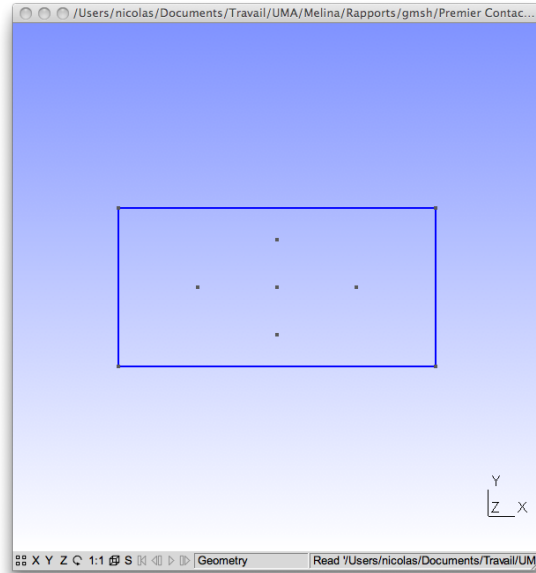

FIGURE 3 – Génération des cinq points de construction de l'ellipse.
1. Générer les points de coordonnées $(1, 0.5, 0)$, $(1.5, 0.5, 0)$, $(1, 0.8, 0)$, $(0.5, 0.5, 0)$, $(1, 0.2, 0)$ avec pour longueur caractéristique 0.1 (Figure 3).